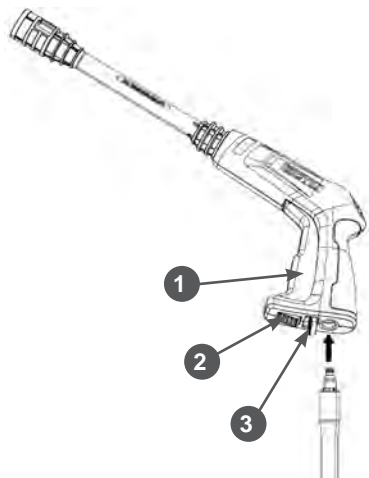
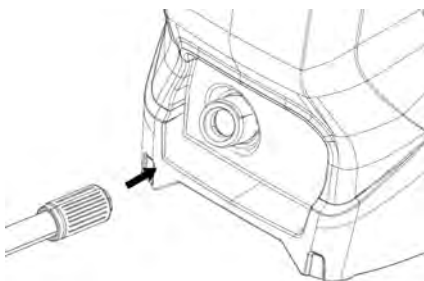

Рис. 4 Соединение пистолета и шланга высокого давления
Рис. 5 Подключение шланга высокого давления (НР3141)
5. С помощью быстроразъемного соединения подключите шланг высокого давления к пистолету (Рис. 4), будет слышен щелчок, когда он встанет на место. Чтобы отсоединить шланг высокого давления, нажмите фиксатор 3 на пистолете. Заблокируйте рычаг включения 1 фиксатором 3 от случайного включения (Рис. 5)
6. Подсоедините шланг высокого давления к выходному штуцеру (Рис. 5). Для этого конец шланга установите напротив выходного штуцера и прижмите к нему, гайку шланга крепко закрутите рукой по часовой стрелке.